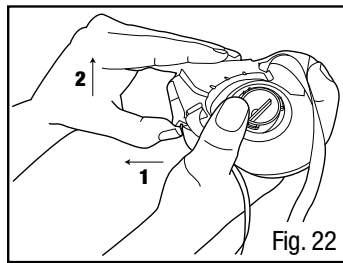

Fig. 22
1. Retire el ensamble de arnés para la cabeza/la cubierta de válvula al colocar el pulgar debajo de la cubierta de válvula y los dedos en la parte superior. Jale la parte de la cubierta para válvula de la pieza facial con el pulgar y luego libérela (Fig. 22).
1. Retire el Ensamble de arnés para la cabeza/la cubierta de válvula 3M™ 6581 al jalarlo del sello facial (Fig. 22).